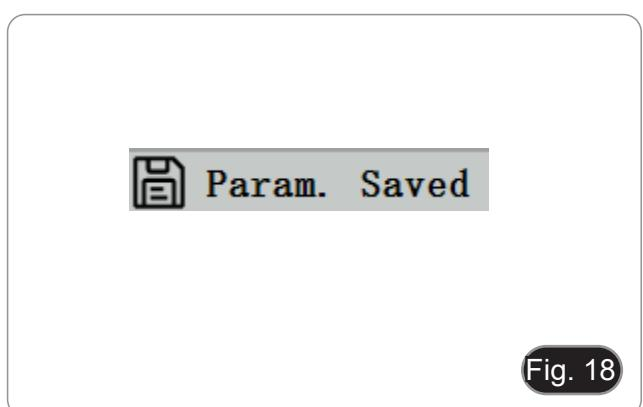

Fig. 18
3. Nell'angolo superiore sinistro dello schermo appare "Param. saved". (Fig. 18)